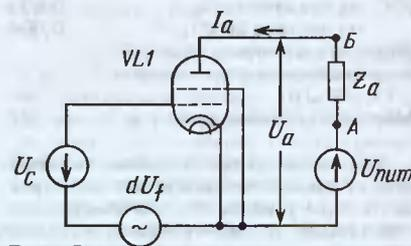

Рис. 2
Выражение (2) является формой записи теоремы эквивалентной анодной цепи. Эту теорему также можно применить к схеме на рис. 2, где показана
эквивалентная схема включения триода с мнимым напряжением dU_f в цепи сетки. Здесь между анодом и катодом введена фиктивная экранирующая сетка для нормирования передачи напряжения dU_a из анодной цепи в цепь сетки. Это влияние учитывается как фиктивное напряжение $dU_f = dU_a/\mu$ в соответствии с выражением (4). Теперь можно установить эквивалентность между схемой на рис. 2 и обобщенной схемой устройства с ОС по напряжению, показанной на рис. 3, а, где А — коэффициент усиления каскада на триоде, функционирующего как пентод с усилением $A = -S_d Z_a$; β — коэффициент передачи обратной связи, равный $1/\mu$. Основное уравнение для триода может теперь быть получено исходя из теории обратной связи. Таким образом, величина фактического усиления каскада на триоде приобретает известную форму
Приведенное полное сопротивление Z_{AB} (между точками А и Б на рис. 2) может быть определено для $dU_c = 0$, если подключить к этим выходам источник напряжения dU_0 , создающий ток dI_0 в параллельной цепи, и вычисляется по очевидной формуле (по переменному току Z_a и R_i соединены параллельно)